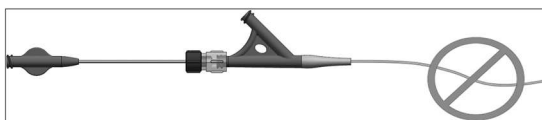
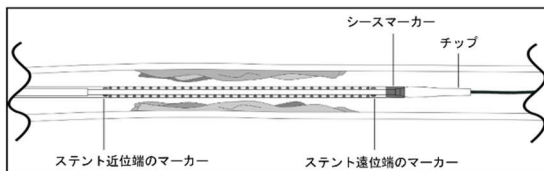

図1
図2
3. stentを展開する前に、デリバリーシステムにたるみがないことを確認する(図1)。たるみがある場合は、stent両端のマーカがそれぞれ標的病変部の遠位側及び近位側にある状態を維持したまま(図2)、デリバリーシステムをわずかに引いてたるみを取り除く。